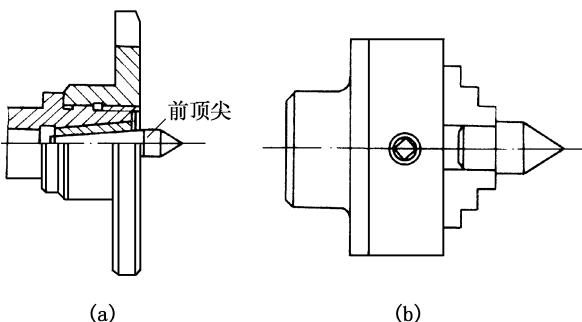

图3-35 前顶尖
(1) 前顶尖。前顶尖随同工件一起旋转，与中心孔无相对运动，不产生摩擦。前顶尖的类型有两种(图3-35)，一种是插入主轴锥孔内的前顶尖(图3-35(a))，另一种是夹在卡盘上的前顶尖(图3-35(b))。这种顶尖在卡盘上拆下后，当需要再用时，必须将锥面重新修整，以保证顶尖锥面的轴线与车床主轴旋转中心重合。其优点是制造安装方便，定心准确；缺点是顶尖硬度不高，容易磨损，车削过程中容易抖动，只适合小批量生产。
(2) 后顶尖。插入尾座套筒锥孔中的顶尖叫后顶尖。